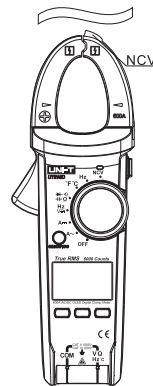

图12
11. 感应电压测量 (如图12)**(1) 设置电容测量功能档**